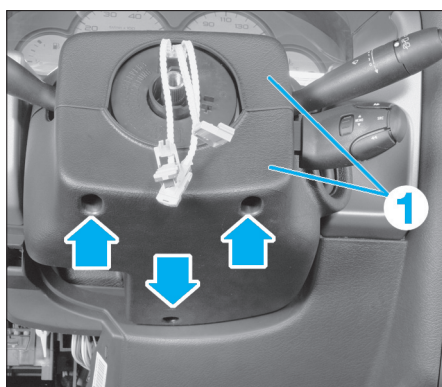

FIG. 5
- Déposer les trois vis de fixation des coquilles (1), puis ces dernières (Fig.5).